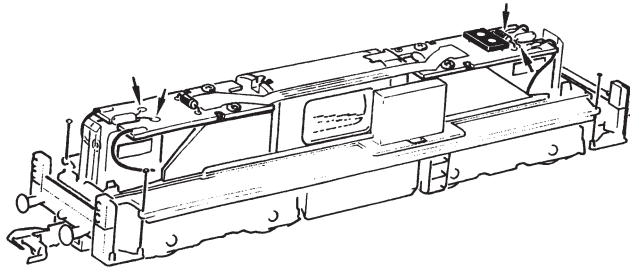
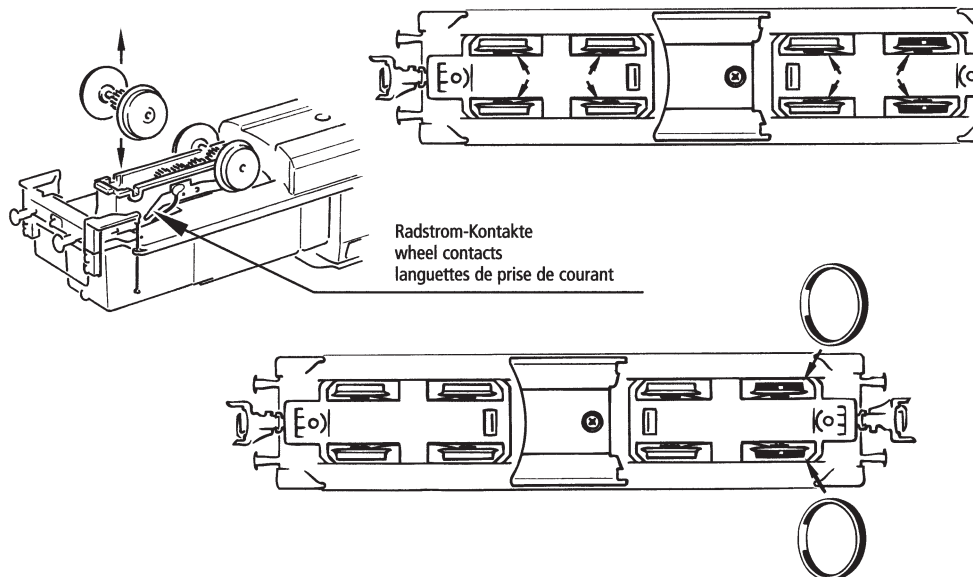

Fig. 7
Fig. 9
2. Schmierung: Versehen Sie die im Schmierplan in Fig. 7 gekennzeichneten Stellen mit nur **kleinen Öltropfen**. Dazu zuerst das Lokgehäuse abnehmen (Fig. 3). Wir empfehlen den **ROCO-Öler** Art. Nr. **10906**. Zur Schmierung der Getriebeteile (Zahnräder, Schnecke) empfehlen wir das **ROCO-Spezialfett 10905**. Im Falle der Schmierung diese Teile bitte nicht ölen.
4. Kohlebürstenwechsel: Lokgehäuse abnehmen (Fig. 3). Danach wird der **Motor ausgebaut** und die **Kohlebürsten ausgewechselt** (Fig. 9).
2. Graissage: N'appliquez **qu'une tout petite goutte** aux endroits indiqués par le plan de graissage (fig. 7) après avoir démonté la caisse de votre locomotive (fig. 3). Nous vous recommandons le **graisseur à huile ROCO réf. 10906**. Pour graisser les engrenages (roues dentées, vis sans fin - fig. 9) nous vous conseillons la **graisse spéciale Roco ref. 10905** pour engrenages en matières synthétiques. Lorsque vous utilisez cette graisse il faut éviter d'huiler ces composants.
4. Remplacement des balais du moteur: Démontez la caisse (voir fig 3). Démontez ensuite le moteur et échangez le balais (fig. 9).
2. Lubrication: Apply **tiny oil drops** to spots marked in fig. 7. Prior to lubrication dismantle locomotive (fig. 3). We recommend using item no **10906, Roco oiler**. For lubrication the gear-parts (e.g. cog-wheels, worm) we would recommend our Roco **special grease** (item No. **10905**).
4. Carbon Brush Changing: First **remove** loco body (fig. 3), and then the **motor** (fig. 9).